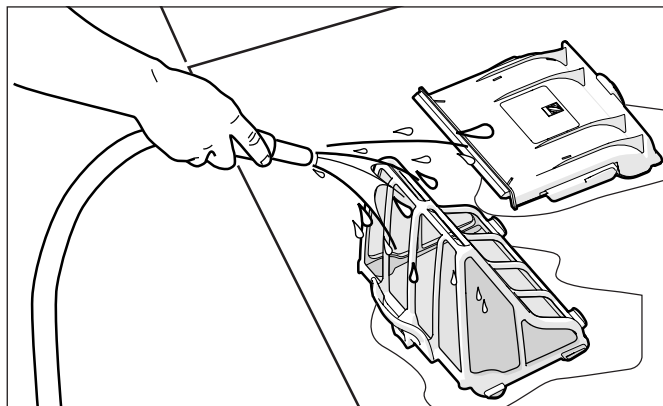

Figure 23. Nettoyer le panier filtrant
7. Videz tous les débris du panier filtrant, puis rincez le panier, le support et le robot nettoyeur à l'aide d'un boyau, comme illustré à la Figure 23.